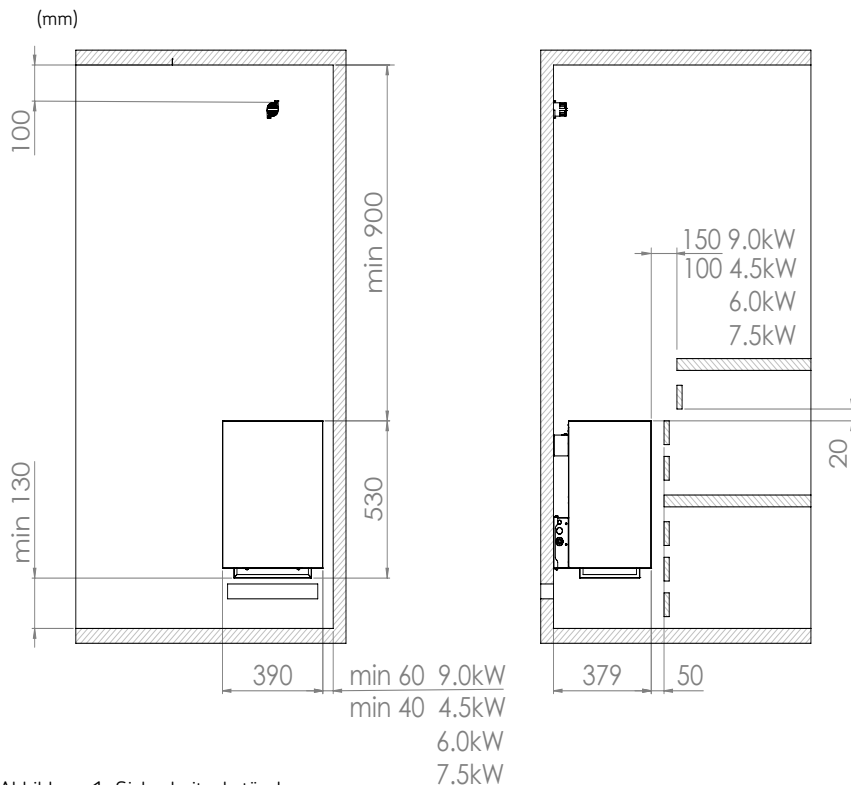

Abbildung 1. Sicherheitsabstände
- Die Mindestschutzabstände zu brennbarem Material sind in Abbildung (Abb. 1. Sicherheitsabstände) dargestellt.
- Ist um den Saunaofen ein Schutzgeländer angebracht, müssen die in Abbildung (Abb. 1. Sicherheitsabstände) oder der Betriebsanleitung des Saunaofens angegebenen Sicherheitsabstände eingehalten werden.